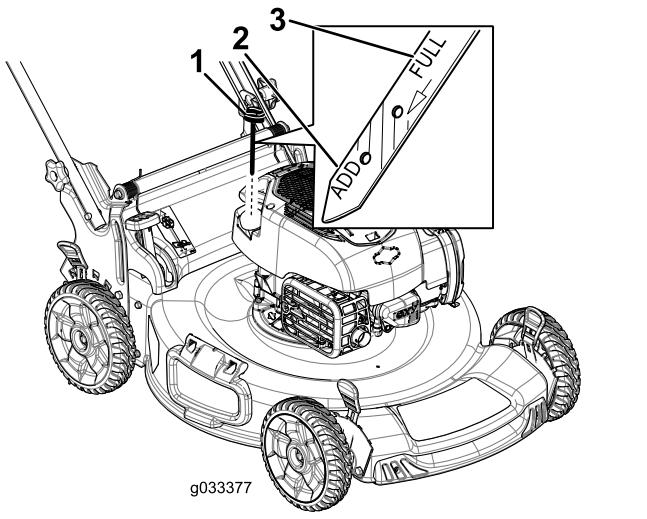

Рисунок 27
3. Выньте масломерный щуп, повернув крышку против часовой стрелки и вытянув ее (Рисунок 27).
10. Определите уровень масла по отметкам на щупе (Рисунок 27).